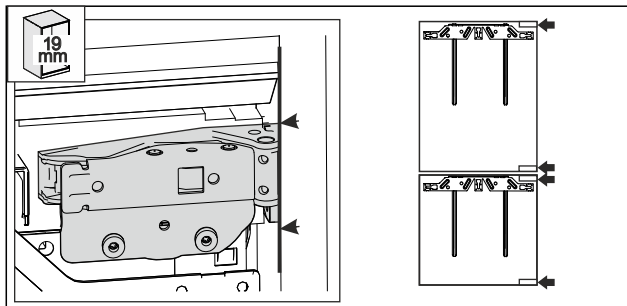

Fig. 52 *
- 19 mm dicke Möbelseitenwand: die vordere Kante der Scharniere ist eben mit der Vorderseite der Möbelseitenwand ausgerichtet. Fig. 52 ()